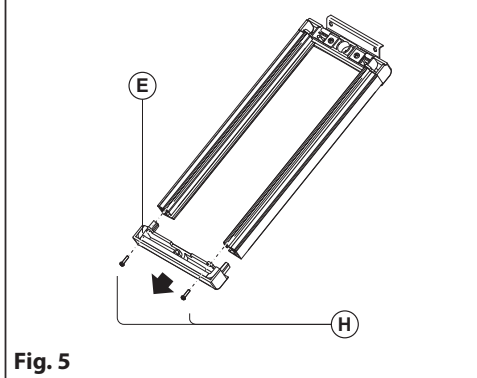

Fig. 5
5. Sfilare il tappo **(E)** (**Fig. 5**) del supporto per moduli rimuovendo le viti **(H)** (**Fig. 5**) se presenti;
5. Extraire le bouchon **(E)** (Fig. 5) du support pour modules en enlevant les vis **(H)** (Fig. 5) si présentes ;